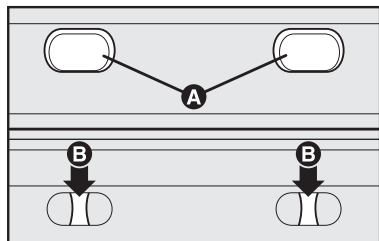

fig. 24
BRAKE LIGHT - fig. 24 e fig. 25
- remover as tampas **A-fig. 24** de borracha;
- pressionar nos dispositivos de bloqueio **B-fig. 24** e extrair o grupo transparente **C-fig. 25**;